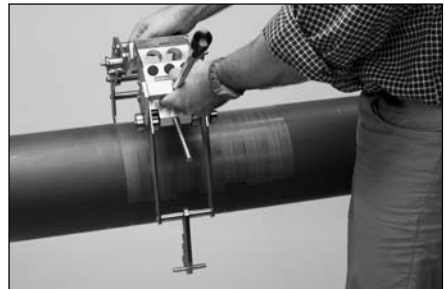

Abb. 12
- Drücken Sie zuerst das Oberteil (2) und das Unterteil (1) zusammen.
- Lösen Sie die Verriegelung (11) von der Verriegelungsstange (12).
- Fassen Sie das Gerät am Oberteil (2) und am Unterteil (1), danach das Gerät nach oben vom Rohr nehmen (Abb. 12).